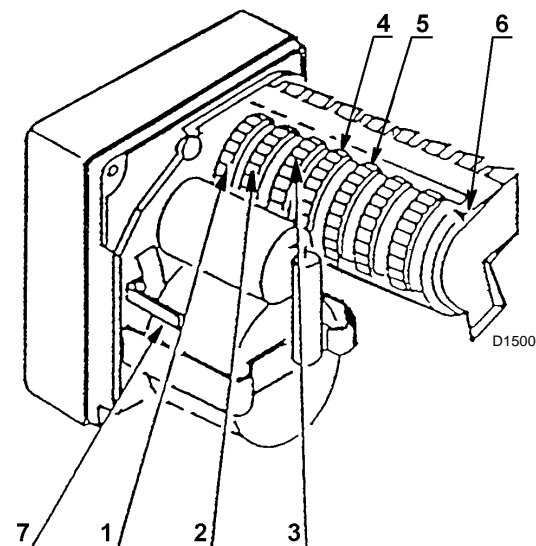

Fig. 27
Il servomotore (Fig. 27) regola contemporaneamente, tramite rinvii, portata e pressione dell'aria, e portata del combustibile in uso. E' dotato di camme regolabili che azionano altrettanti commutatori.
Legenda (Fig. 27)
- 2 Verificare che l'eccentricità della camma olio sia tale da far effettuare una corsa di circa 8 mm all'alberino del modulatore olio. Normalmente, con una corsa di 8 mm dell'alberino, si ottiene la variazione della pressione necessaria alla modulazione della potenza da minimo a massimo. Per effettuare questa verifica ruotare manualmente la camma dopo aver sbloccato il servomotore per mezzo della leva 7)(Fig. 27 a pag. 25) in modo che la corsa dell'alberino non sia esagerata o insufficiente. Al termine della verifica ricordarsi di bloccare il servomotore.